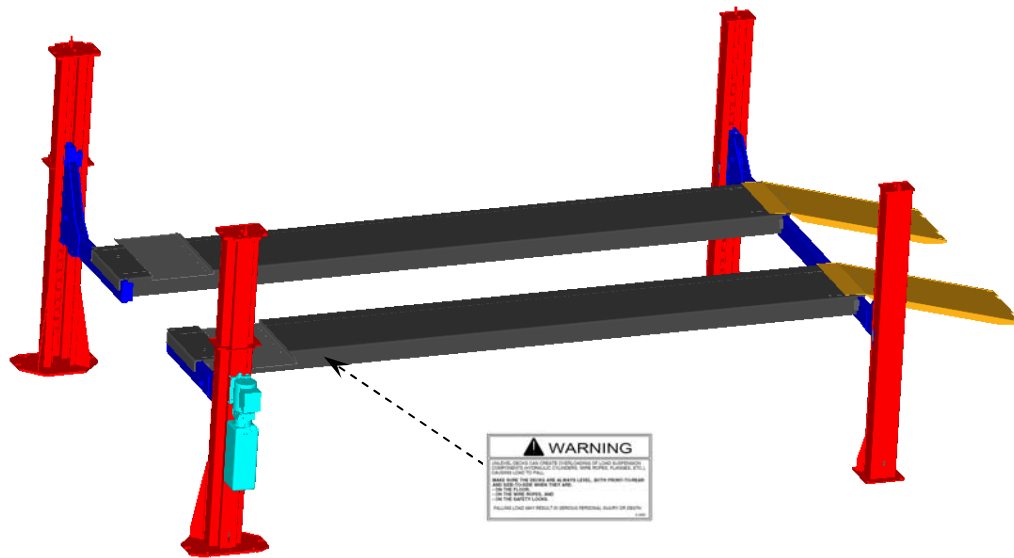

Figure 3
- 1) Fixez l'étiquette de sécurité fournie avec l'avis de sécurité sur le côté de la rampe de l'élévateur, comme cela est montré à la Figure 3. Assurez-vous que l'étiquette soit clairement visible par l'opérateur de l'élévateur.